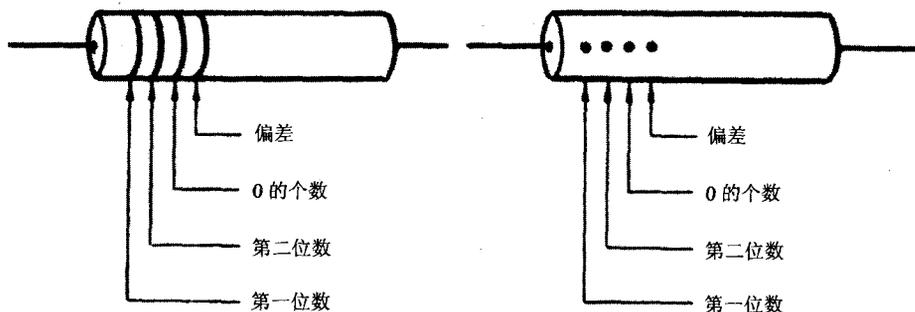

图 1-2 色标电阻器的标记
(1) 标称阻值。即电阻器表面所标的阻值。阻值有两种标示方法,一种是直接用数字标出,体积小的电阻器则用色环或色点表示阻值。色环色点标示法的规则(又称色码标示法)见表 1-3 所列。色标电阻器的标记如图 1-2 所示。